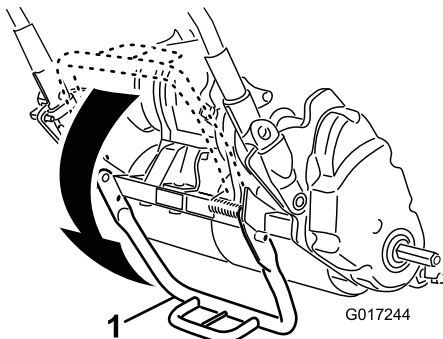

Bild 15
1. Treten Sie den Ständer mit dem Fuß nach unten und ziehen Sie die Griffstütze nach oben, bis sich der Ständer nach vorne über der Mitte gedreht hat (Bild 15).